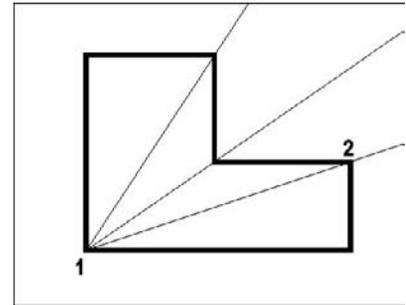

Fig.4.19
- 5] Appuyer sur Entrée pour terminer l'opération (fig.4.19).